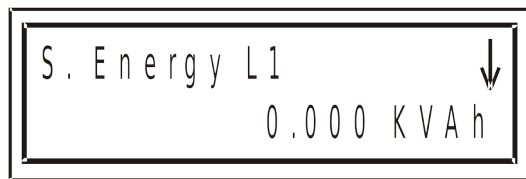

Рис. 41
2. Нажмите **Enter**, на дисплее появится экран значений полной энергии. Используйте кнопки $\downarrow \uparrow$, чтобы посмотреть полную энергию во всех трех фазах и суммарную полную энергию (рис. 41):